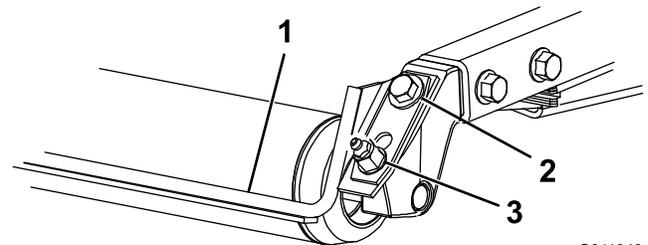

Figura 5
1. Allentate il raccordo d'ingrassaggio e la vite di montaggio (Figura 5).